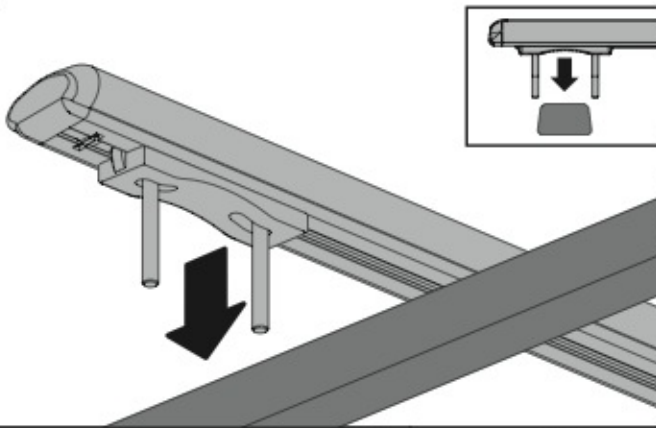

Fig.5
3. Verificare la distanza tra le due barre (fig.5), il centraggio laterale (fig.6) e l'allineamento delle stesse (fig.7). Se necessario, utilizzare un metro per accertarsi delle corrette misure.
3. Verify the distance between the 2 bars (fig.5), lateral centring (fig.6) and their alignment (fig.7). If necessary, use a meter for exact measures.